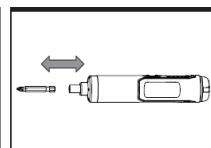

Fig.B1
B) INSTALLATION ET RETRAIT DU FORET (VOIR FIG. B1, B2)